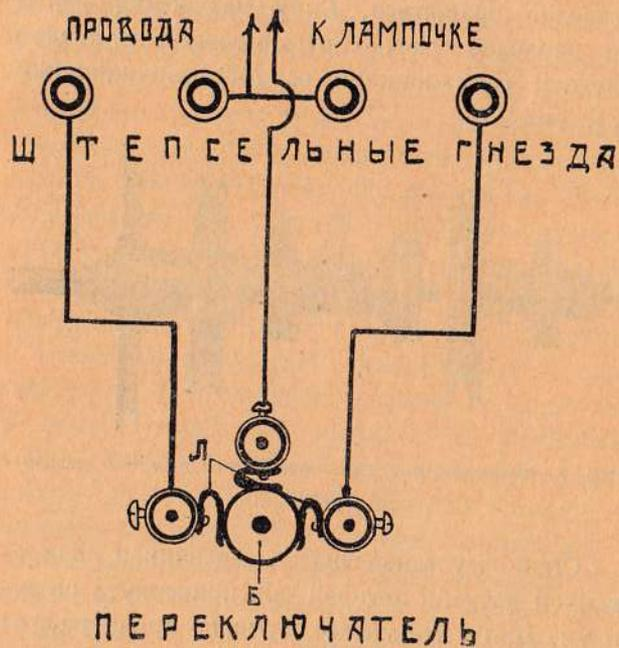

Рис. 9. Схема электропроводки на кино-аппарате.
рата есть переключатель (48), помощью которого можно потушить свет в аппарате и зажечь его в зале (как говорят «переключать свет») или же совсем потушить (выключить) его. Взаимное соединение отдельных частей электропроводки видно на схеме (рис. 9). Нужно помнить, что шнур, прилагаемый к аппарату, двойной; на схеме же изображено два отдельных провода, и поэтому при рассмотрении схемы нужно наш шнур представить себе в виде двух отдельных проводов.
Электрический переключатель представляет из себя ось, на которой вращается барабан (рис. 9—Б).—На барабане есть пластинки, плотно прилегающие к другим (З-м) пластинкам, неподвижно укрепленным к основанию переключателя (Л).